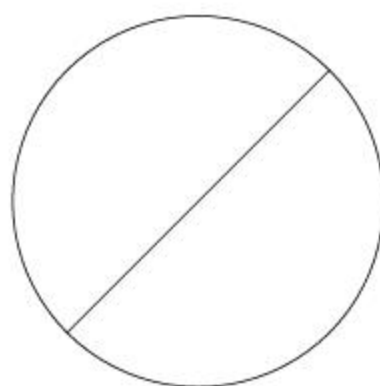

图8-160 旋转线段
- 03 调用RO【旋转】命令，设置旋转角度为 $-45^\circ$ ，旋转线段的结果如图8-160所示。